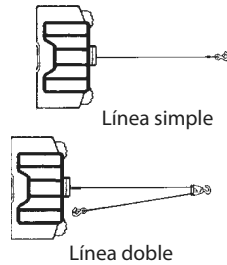

Figura 2
1. La máxima capacidad de carga está en la parte del cable enrollada más cerca del tambor. NO SOBRECARGUE EL GUINCHE NI INTENTE PROLONGAR LA TRACCIÓN DE CARGAS MUY PESADAS. La sobrecarga puede dañar el guinche y/o el cable y crear condiciones riesgosas de uso. PARA CARGAS DE MÁS DE 1.000 LIBRAS (454 Kg) RECOMENDAMOS EL USO DE UNA POLEA (OPCIONAL) PARA REDUCIR LA CARGA SOBRE EL CABLE Figura 2 . Esto reducirá la carga sobre el guinche y aproximadamente el 50% de la carga sobre el cable. Acoplar el gancho a una parte con capacidad de soportar carga. **El motor del vehículo debe estar en marcha durante el uso del guinche.** Si se usa intensamente el guinche con el motor detenido, la batería podría perder mucha carga para volver a arrancar el vehículo.